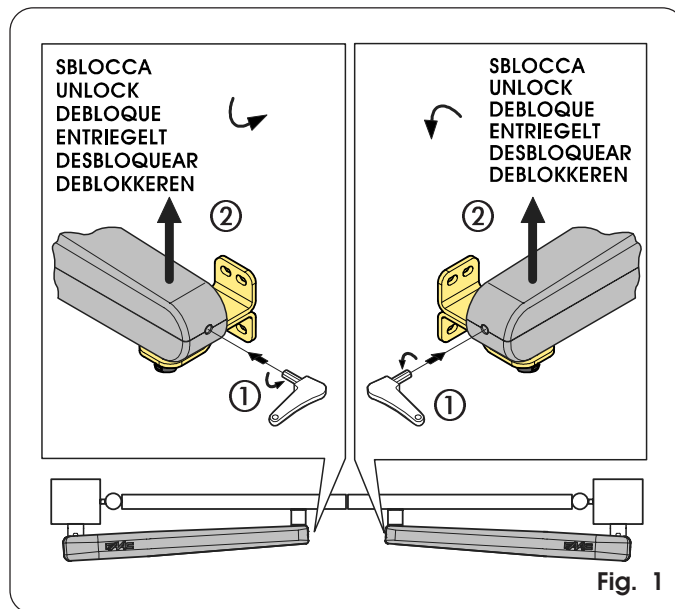

Fig. 1
- Inserire la chiave a brugola in dotazione nella parte anteriore dell'operatore e ruotarla in senso antiorario per 5-6 giri (Fig. 1- Rif. ①).
- Sollevare l'operatore dalla parte anteriore disaccoppiandolo dall'attacco (Fig. 1- Rif. ②) e sfilare la chiave di sblocco.